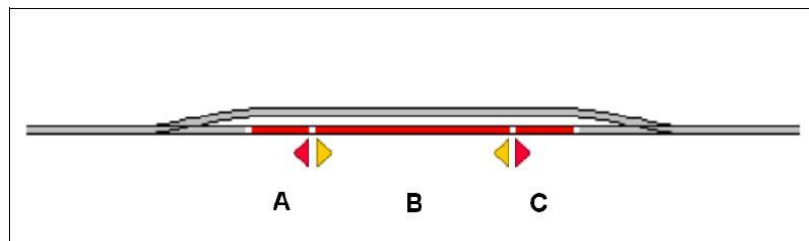
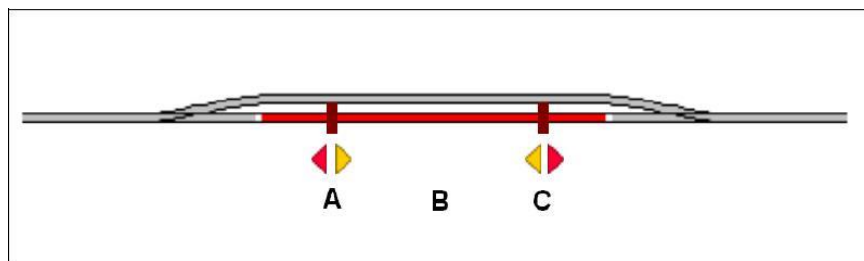
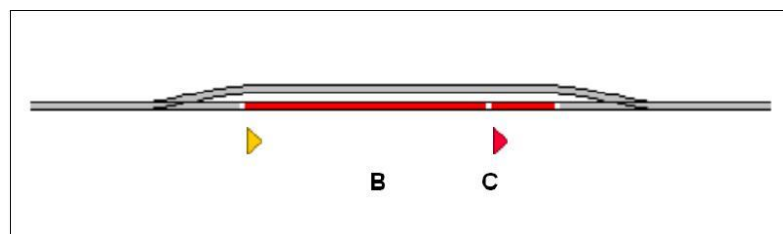

Figure 16: Canton avec 3 détecteurs d'occupation
Figure 17: Canton avec un capteur d'occupation et deux détecteurs momentanés
Figure 20: Canton avec deux détecteurs d'occupation
La figure 16 montre un canton équipé de trois détecteurs d'occupation. Chacun de ces détecteurs est associé à un indicateur de contact dans le logiciel appelé A, B et C. Tous les indicateurs sont assignés dans le logiciel au même canton. Le canton est indiqué comme occupé aussitôt qu'un train entre dans la section A à gauche ou la section C à droite. Le canton reste occupé jusqu'à ce que le train le quitte de l'autre côté de la section. Un marqueur d'arrêt a été défini pour l'indicateur A pour des trains circulant à gauche, C est marqué avec un marqueur d'arrêt pour des trains circulant à droite. Les trains sont arrêtés à la frontière entre B et A ou C, respectivement. L'indicateur B est associé à deux marqueurs de freinage pour les deux sens. Les trains commencent à ralentir en entrant dans B dans chaque sens. Les sections A et C doivent être assez longues, pour que chaque train s'arrête sans risque de toucher un des aiguillages. De l'autre côté, le train le plus long doit complètement entrer dans le canton quand il est arrêté. Pour cette raison les frontières entre B et A ou C, respectivement, où les trains sont arrêtés, doivent être placées assez près des bouts du canton.
La configuration montrée dans la figure 16 est la solution optimale et la plus recommandée. Le canton est indiqué comme occupé tant qu'un train est placé dans une des trois sections d'occupation. En plus, il serait même possible de distinguer dans laquelle des trois sections A, B ou C un train est placé. Des wagons perdus ou en stationnement peuvent être également détectés s'ils engendrent une indication d'occupation. Les trains Poussés peuvent aussi être traités, si la première voiture poussée engendre une indication d'occupation. Cette méthode exige, cependant, de couper les rails aux frontières de chaque section d'occupation.
La figure 17 montre un canton équipé d'un détecteur d'occupation (B) et de deux détecteurs momentanés (A et C). Chacun de ces détecteurs est associé à un indicateur de contact dans le logiciel appelé A, B et C. Tous les indicateurs sont assignés dans le logiciel au même canton. Le canton est indiqué comme occupé aussitôt qu'un train entre dans la section B dans une direction. Le canton reste occupé jusqu'à ce que le train quitte la section B. L'indicateur A correspond en plus à un marqueur d'arrêt pour les trains circulant à gauche, C est marqué avec un marqueur d'arrêt pour les trains circulant à droite. Les deux indicateurs sont en plus marqués comme marqueurs de freinage pour le sens opposé, respectivement. L'emplacement de A et C doit assurer, que chaque train s'arrête sans risque avant l'aiguillage. De l'autre côté, le plus long train doit entrer complètement dans le canton quand il est arrêté. Pour cette raison A ou C, respectivement, où les trains sont arrêtés, doivent être placés assez près des frontières du canton.
La figure 20 a été tirée de la figure 16 en éliminant le détecteur A. Il est supposé que le canton est seulement traversé de gauche à droite. B agit comme le marqueur de freinage et C comme le marqueur d'arrêt pour des trains circulant à droite.
Les configurations différentes discutées dans cette section sont seulement des exemples. Les configurations semblables à la figure 20 peuvent aussi être effectuées avec des contacts momentanés au lieu de détecteurs d'occupation ou avec un mélange des deux types semblables à la figure 17. On peut penser aussi à d'autres configurations. Il n'y a aucune meilleure méthode pour la configuration d'un canton. La solution optimale ne dépend pas seulement d'exigences techniques, mais aussi des équipements que vous avez déjà et de l'argent que vous voulez dépenser pour un nouvel équipement.